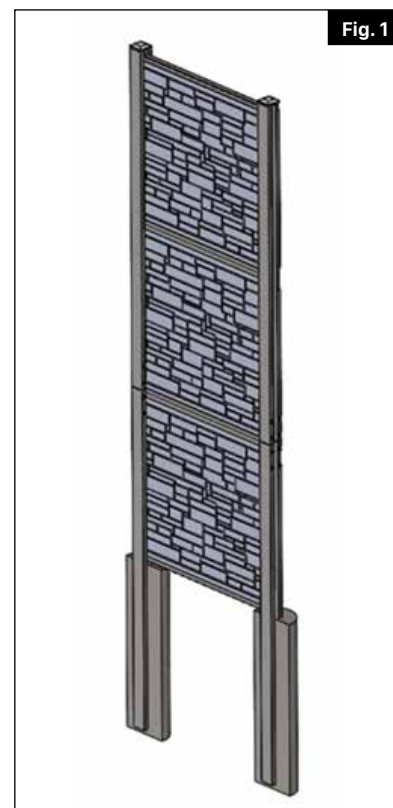

Fig. 1
- a. Le poteau sera construit à l'aide de deux poutres en I de 148" et d'un raccord de 24" avec quincaillerie (Fig. 1).